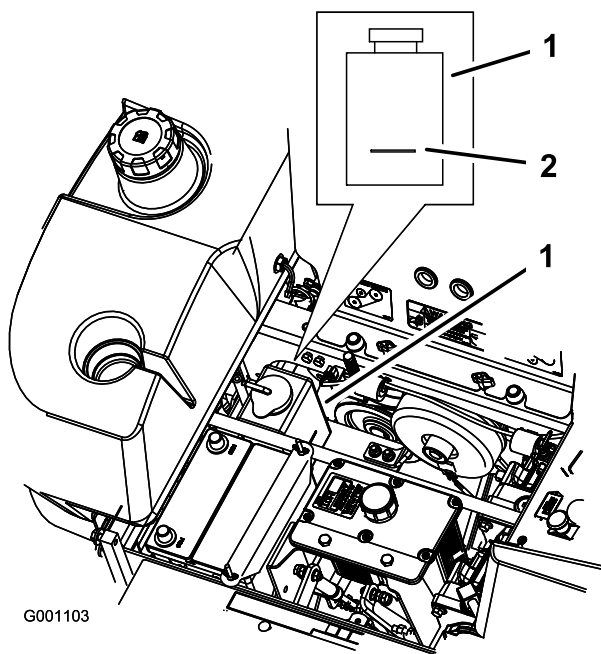

Figura 83
3. Con el motor frío, compruebe el nivel del depósito de expansión. El nivel de líquido debe llegar a la línea en relieve en el exterior del depósito de expansión (Figura 83).
4. Si el nivel de refrigerante es bajo, añada una mezcla al 50% de anticongelante de larga vida/Dex-Cool® y agua al depósito de expansión (Figura 83).
5. Añada la mezcla al 50% de refrigerante al depósito de expansión y llénelo hasta la línea marcada en el depósito (Figura 83).